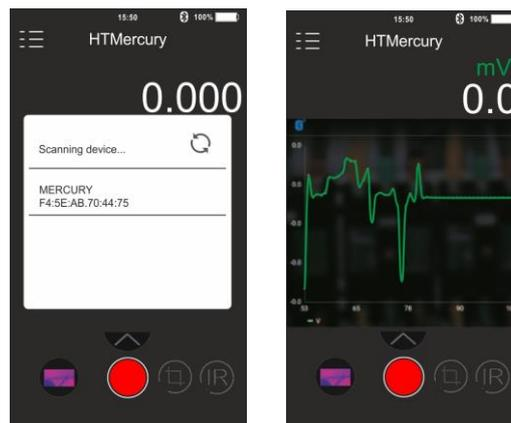

Fig. 44: Comunicazione con APP HTMercury
4. Eseguire la ricerca dello strumento sulla APP (vedere Fig. 44 – parte sinistra)
5. La visualizzazione in tempo reale del segnale in ingresso allo strumento è presente sul dispositivo mobile (vedere Fig. 44 – parte destra) ed è possibile salvare screenshots e attivare/salvare registrazioni dai menu interni dell'APP. E' inoltre possibile salvare screenshots di immagini termografiche e inserire su esse oggetti per analisi avanzata (vedere Fig. 45). Vedere l'Help on line dell'APP per maggiori dettagli